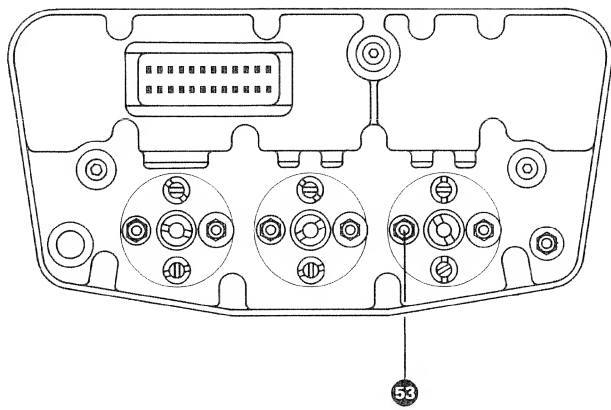

Fig. 7.2.-1
4. Mit Mutter 53 (Fig. 7.2.-1.) Wiedergabekopf auf maximalen Ausgangspegel einjustieren.
3. Tonfrequenz-Millivoltmeter wechselweise an Leitungs-Ausgang 1 16 und 2 36 anschliessen und mit Mutter 53 (Fig. 7.2.-1.) auf maximale, identische Ausgangspegel einstellen.
4. Adjust reproduce head for maximum output level by means of nut 53 (Fig. 7.2.-1)